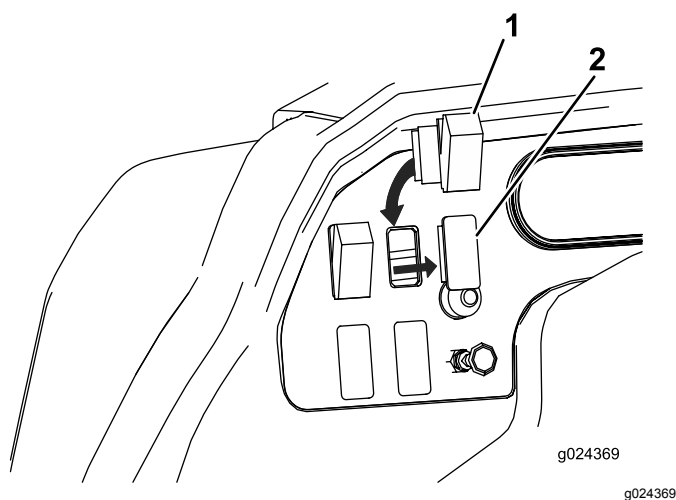
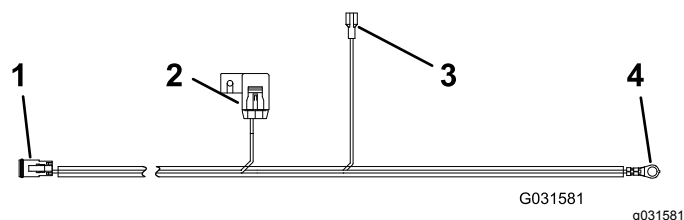

Bild 2
Bild 4
1. Verlegen Sie den Kabelbaum, siehe Bild 4, angefangen von der **Front** durch das Fahrzeug entlang des vorhandenen Kabelbaums.
2. Setzen Sie den Schalter mit der gerundeten Seite nach oben in das Loch im Armaturenbrett ein und schließen den Kabelbaum am Schalter an (Bild 2 und Bild 4).
1. Schließen Sie den Sicherungsblockanschluss (Bild 4) am Sicherungsblock des Fahrzeugs an und setzen Sie eine 15-Ampere-Sicherung ein.